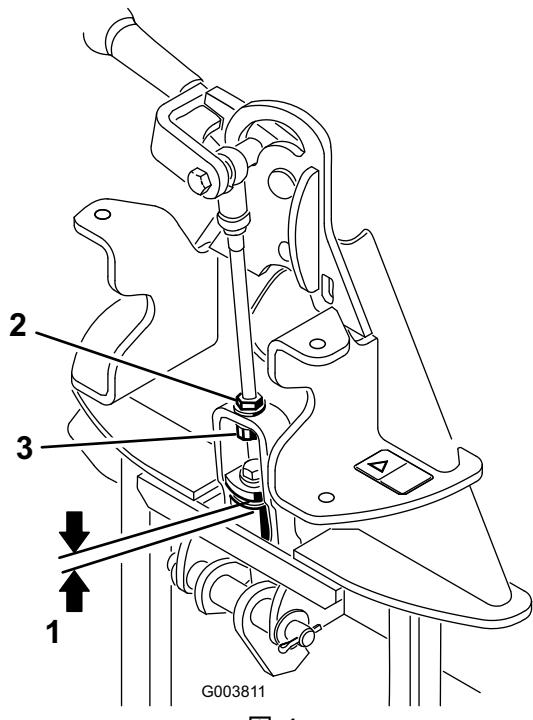

図4
2. 図4に示すように、上面のワッシャからアタッチメント・アダプタのリンク・アセンブリのスペーサまでの距離を測る。